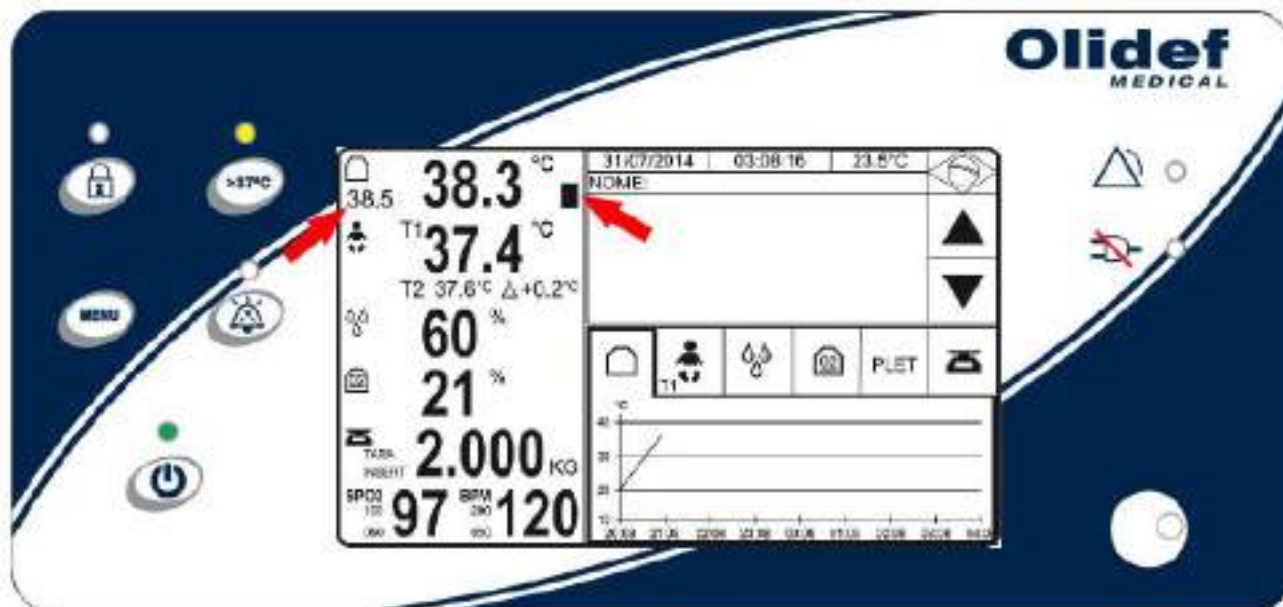

Figura 151 – Programação da temperatura AR acima de 37 °C
- A direita do valor lido para a temperatura do AR há uma barra de indicação proporcional do nível de aquecimento, conforme figura 151.
- Os alarmes de AR QUENTE e AR FRIJO podem ser ajustados conforme item 6.4.9.4 – *Menu Alarmes*.